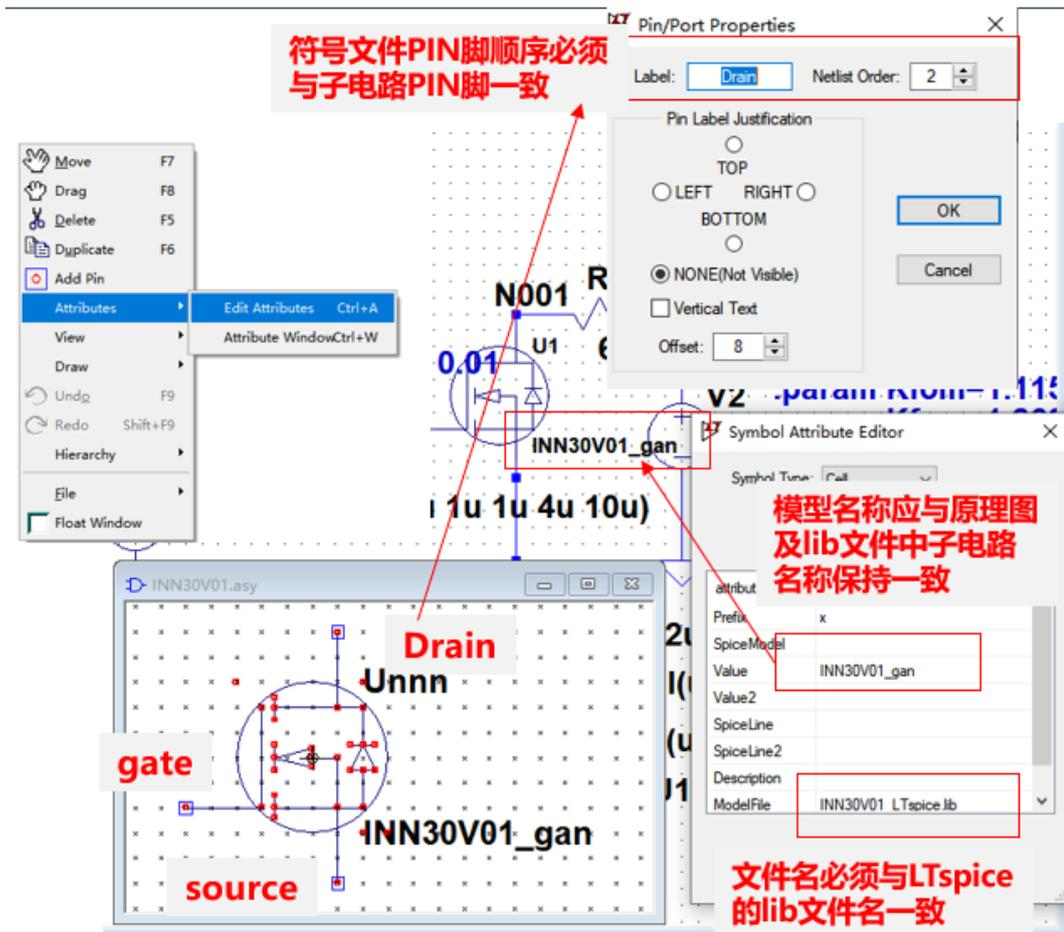

图 3 \*.lib和\*.asy文件关联
2、 关联asy文件。打开\*.asy文件，按快捷键Ctrl+A ，弹出如下图 3 所示对话框。